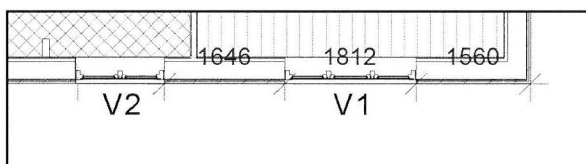

Fig. 12.04. Klik på flader, når den blå markering er synlig.
- Klik nu på kanterne, hvor målkæden ønskes. Fortsættes der med at klikke, kan målkæden indeholde mere end et mål (Fig. 12.04).